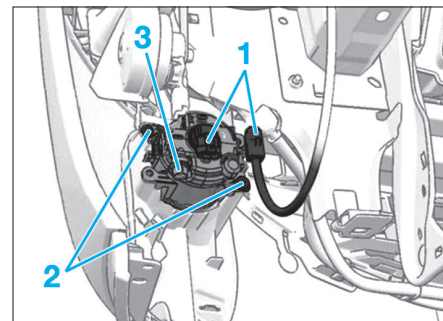

Fig. 9
- Débrancher les connecteurs (1) (Fig.9).
- Déposer les vis (2).
- Procéder au réglage du projecteur antibrouillard à l'aide de la molette (3) (Fig.9).